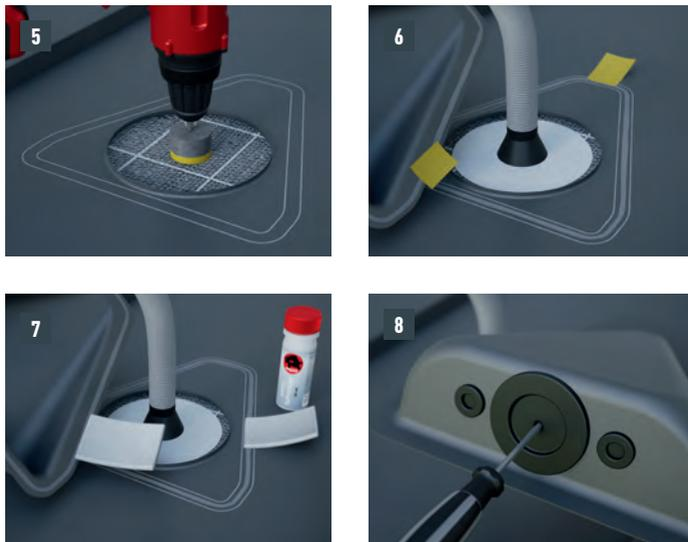

Abbildung 10 · Montage der PREFA Solarluke
- Die Installation der Potentialausgleichsleitung ist je zusammenhängender Dachfläche auszuführen. (Bild 10).
- Solarluke aufsetzen und andrücken (Bild 10)